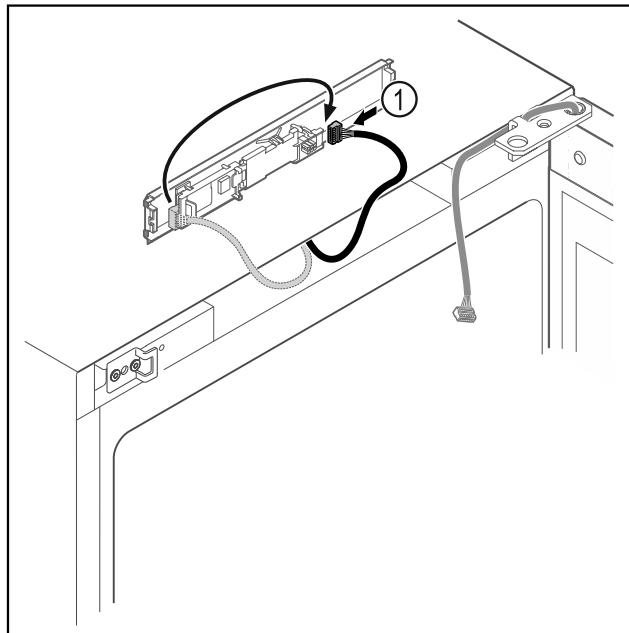

Fig. 19
- Переставити штекер Fig. 19 (1) на плиті.